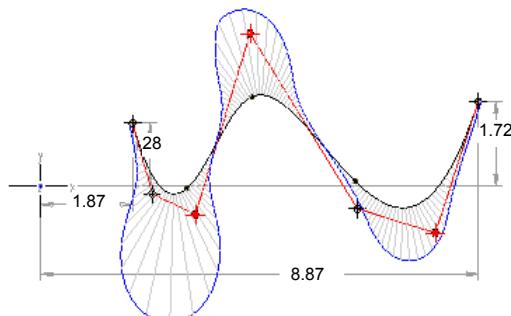

图 4.7.14 显示曲率分析图
- 在操控板中按下 **图标** 按钮，可显示样条曲线的曲率分析图（图 4.7.14），同时操控板上会出现图 4.7.15 所示的调整曲率界面，通过滚动 **比例** 滚轮可调整曲率线的长度，通过滚动 **密度** 滚轮可调整曲率线的数量。